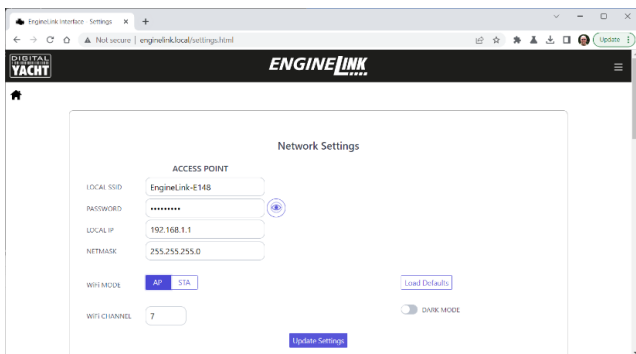

Abbildung 11
Standardmäßig arbeitet EngineLink im Access Point (AP) Modus und erstellt sein eigenes WLAN-Netzwerk mit einem Standardnamen und Passwort. Sie können den Netzwerknamen und das Passwort wie in Abb. 11 gezeigt ändern.